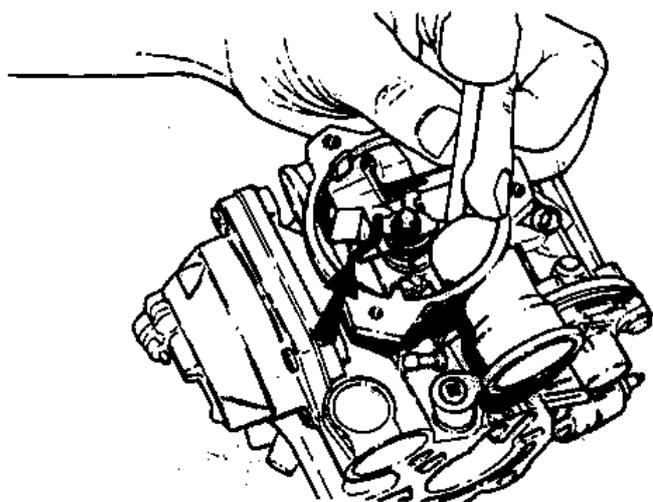

Рис.3.48. Использование сверла для удержания рычажка привода воздушной заслонки при его отгибании (Разд.25)
68. Чтобы предотвратить смещение рычажка хода воздушной заслонки во время его подгиба, вставьте сверло в корпус воздушной заслонки чуть выше отверстия для поршня (Рис.3.48).